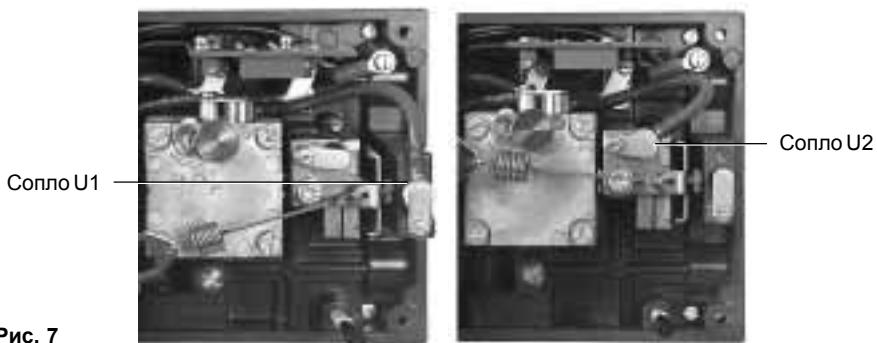

Рис. 7
- Подключите сопло U1 или U2 (см. рис. 7) и